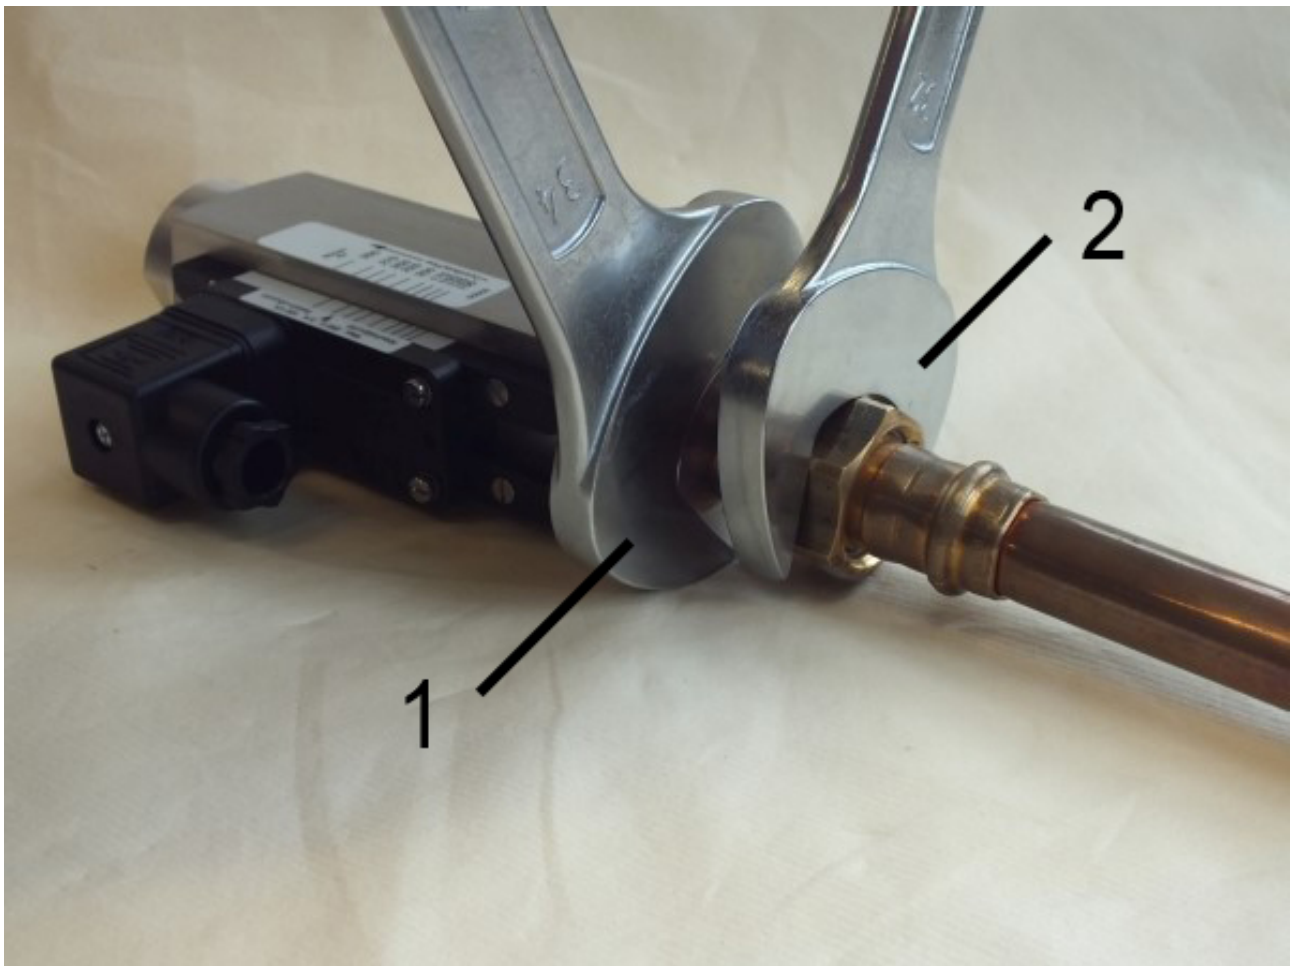

Abb. 10: Gerät einschrauben
2. ➔ Mit passendem Maulschlüssel (*Abb. 10/2*) die Übergangverschraubung der Rohrleitung eindrehen. Dabei den Gerätekörper mit einem passenden Maulschlüssel (*Abb. 10/1*) gegenhalten